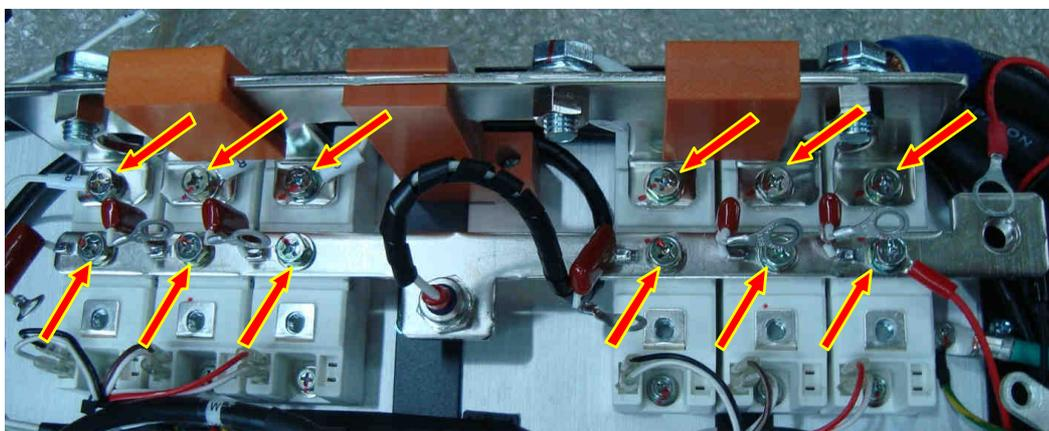

Рис. 6.29.
6.17.1. Выкрутить 6 винтов крепления шины «+» входных диодно-тиристорных модулей и балластных конденсаторов (рис. 6.29) и 6 винтов крепления входных шин «R», «S», «T». Положить винты и балластные конденсаторы в тару.